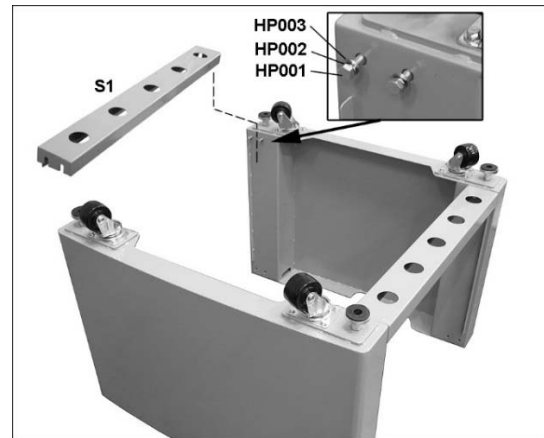

Figura 7-10
4. Inserte parcialmente ocho tornillos con arandelas (Figura 7-10) en los agujeros roscados en el interior de ambos paneles. Empuje las arandelas contra la cabeza del tornillo.